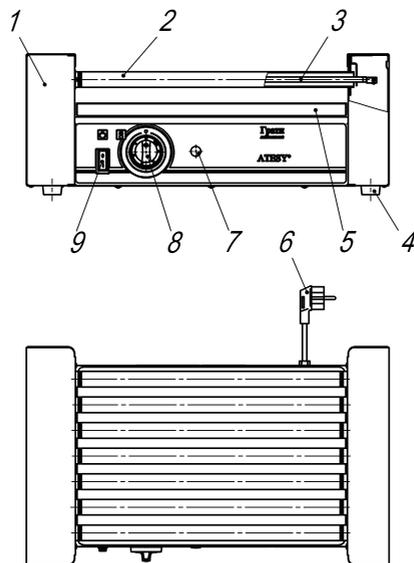

Рисунок 1
1.3.2.1 Изделие, см. рисунок 1, представляет собой ряд вращающихся роликов 2, установленных в корпусе 1. Каждый ролик 2 нагревается ТЭНом (трубчатым электронагревателем) 3. Под роликами 2 установлен поддон 5 для сбора жира. На корпусе 1 установлены ножки 4. На фасадной части корпуса 1 расположены органы управления изделием: ручка регулятора мощности 8, включающая и регулирующая нагрев роликов 2; выключатель 9, включающий вращение роликов 2; лампа 7, сигнализирующая о включении нагрева ТЭНов 3. На тыль-